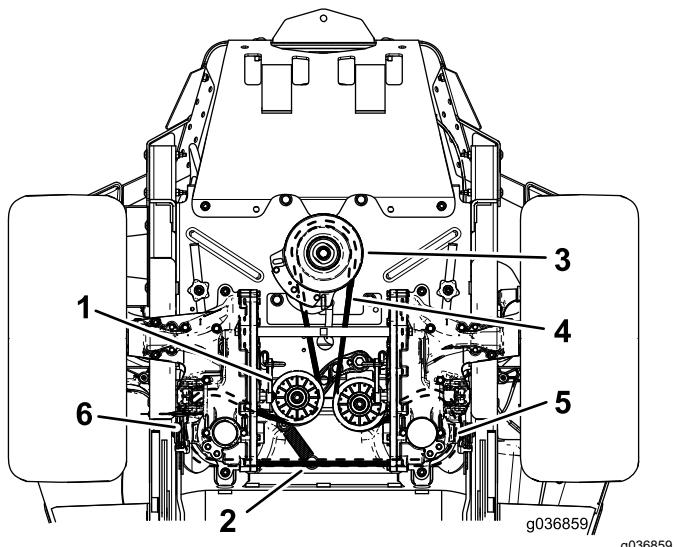

Рисунок 65
6. Зніміть пружину натяжного валу з місця посадки (Рисунок 65).
8. Встановіть новий ремінь навколо шківа двигуна та 2 шківи гіdraulічного насоса (Рисунок 65).